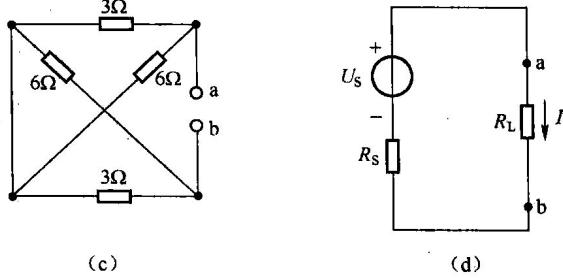

图 1.4
【例5】用戴维宁定理计算图 1.4 (a) 所示电路中通过 R_L 的电流。
(2) 求 a、b 两点间的开路电压时，必须明确两点之间是未做任何连接的两点间的电压。
(3) 有源二端网络简化后的电源的正负，根据所求开路电压确定，因为 $U_{ab} = 9\text{V}$ ，故电源为上正下负，因此可确定流过 R_L 的电流方向如图 1.4 (d) 所示。
【解答】(1) 将待求支路去掉，如图 1.4 (b) 所示。
(2) 根据有源二端网络求开路电压 U_{OC} 。